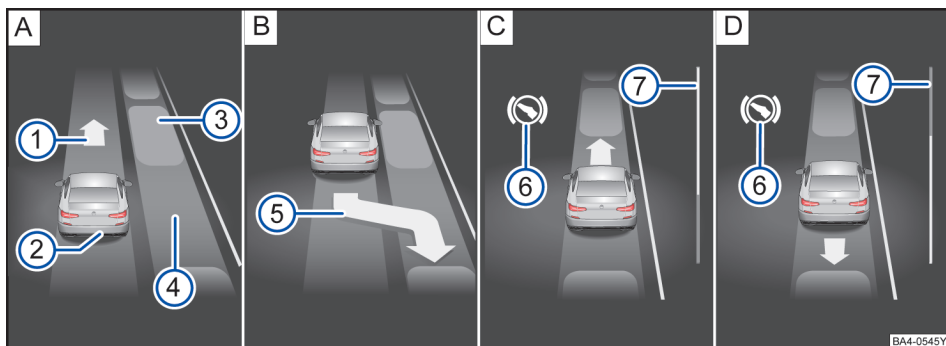
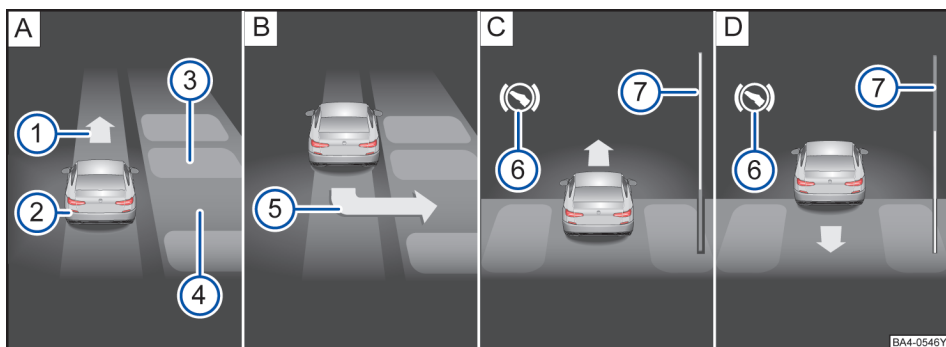

图 151 组合仪表显示屏上：向后纵向驶入泊车。[A] 寻找停车位，[B] 识别到停车位并倒车，[C] 提示踩下制动踏板并向前行进，[D] 提示踩下制动踏板并向后行进
图 152 组合仪表显示屏上：向后横向驶入泊车。[A] 寻找停车位，[B] 识别到停车位并倒车，[C] 提示踩下制动踏板并向前行进，[D] 提示踩下制动踏板并向后行进
→ 图 151 或 → 图 152 的图例：
在组合仪表的显示屏中，进度条显示→ 图 151 ⑦ 或 → 图 152 ⑦ 以符号方式呈现出待行驶的相对距离。距离越长，进度条上的填满状态越大。向前行驶时，进度条的填满部分往上递减，倒车行驶时，进度条的填满部分往下递减。
- 确认推荐的泊车模式位为所需的泊车模式后（必要时进行切换），按照组合仪表显示屏中的指示挂入倒挡。→ 图 151 [B] ⑤ 或 → 图 152 [B] ⑤。
– 如显示屏提示向前行驶，请挂入 D 挡或 1 挡。并控制车速，向前行驶，直至泊车雷达系统发出警报音，或按照显示屏上的提示操作。→ 图 151[C]和→ 图 152[C]
– 如显示屏提示向后行驶，请挂入倒挡。并控制车速，向后行驶，直至泊车雷达系统发出警报音，或按照显示屏上的提示操作。→ 图 151[D]和→ 图 152[D]